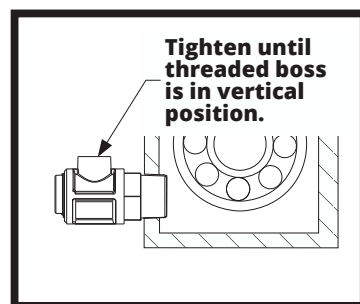

Fig. 2
6. Aperte o Watchdog usando uma chave de boca até que a rosca interna fique vertical (Fig. 2). Ao apertar o corpo principal de plástico, aperte uma volta embaixo do hexágono contra a parede da caixa.